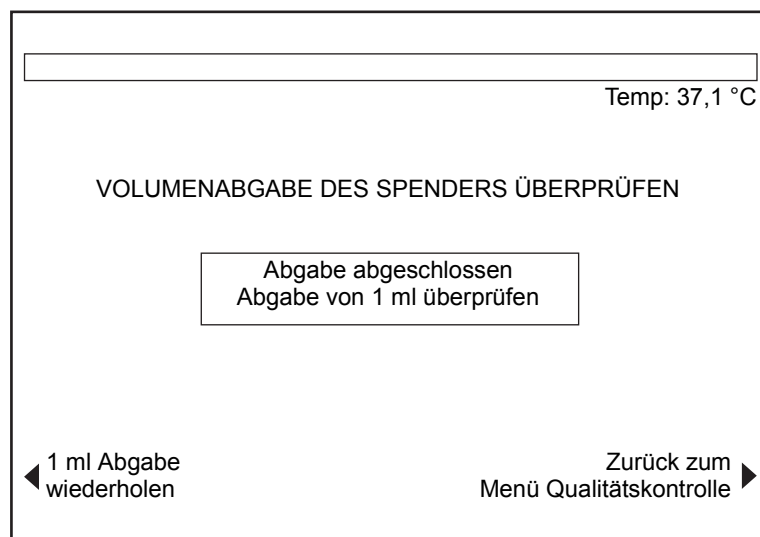

Abbildung 7-9. Bildschirm VOLUMENABGABE DES SPENDERS ÜBERPRÜFEN (3)
4. Nach Abschluss der Probenverteilung wird der dritte Bildschirm angezeigt (siehe Abbildung 7-9). Der Spender sollte den Spritzenkolben von der 2-ml-Markierung zur 1-ml-Markierung bewegen. Überprüfen Sie, ob sich der Kolben zur 1-ml-Linie (Toleranz: $\pm 0,1$ ml, d. h. ein Teilstrich) bewegt hat.